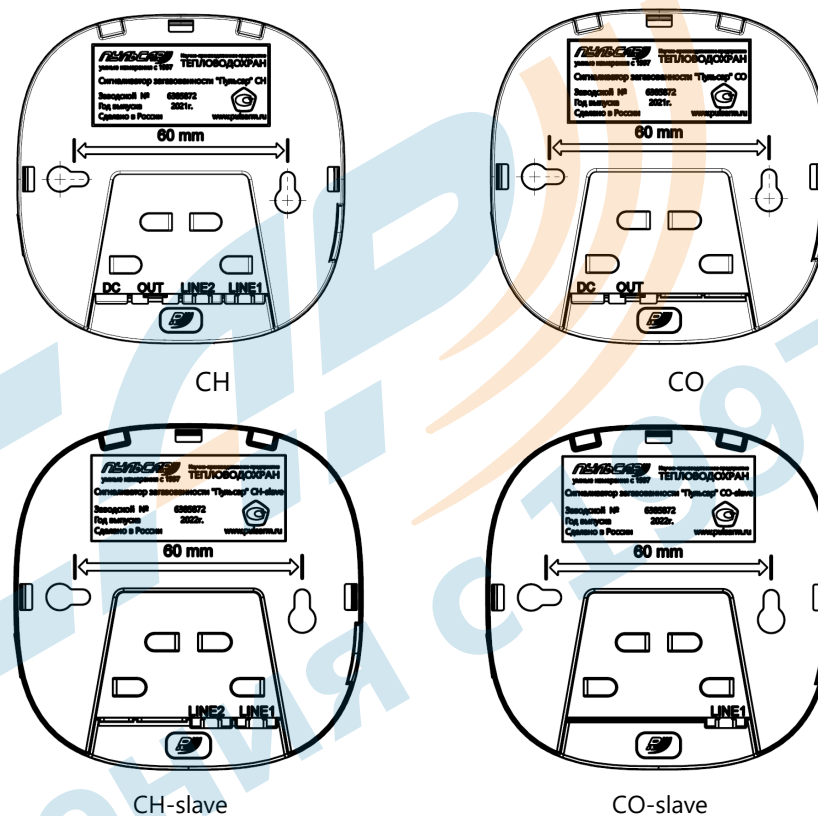

Рисунок 1 Расположение разъемов для подключения сигнализаторов загазованности «Пульсар»
6.3 Расположение разъемов для подключения сигнализаторов загазованности «Пульсар» приведено на рис.1.